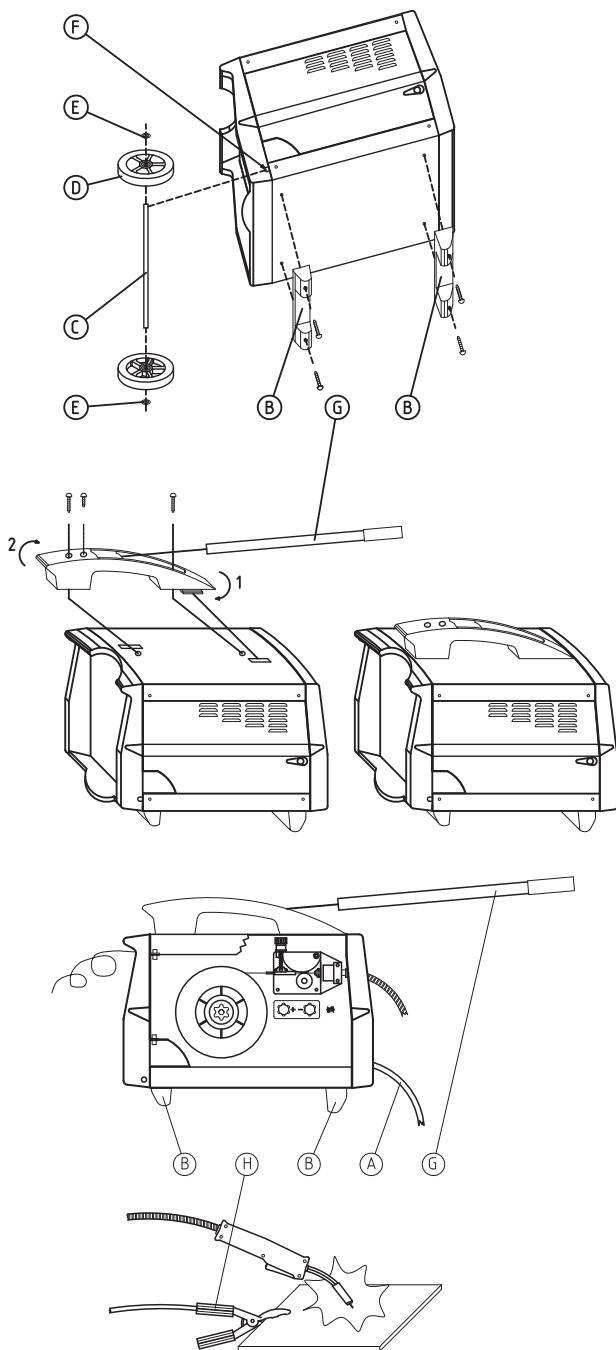

Fig.1
- Incliner avec prudence le poste de soudage d'un côté et fixer les deux pieds en plastique (B) (avant et arrière) à la partie basse de la machine en utilisant les quatre vis en dotation. Pour le modèle sur roues, enlever avec un outil la pellicule (F) qui ferme le logement de l'axe et faire coulisser l'axe (C) à travers les deux trous. Fixer ensuite les deux roues (D) aux extrémités de l'axe. Assurer les roues en position en fixant doucement les rondelles (E) de support aux extrémités de l'axe. Placer la machine en position verticale et introduire l'extension de la poignée (G) dans la partie avant de la poignée pour le transport en le fixant par la vis en dotation (v. Fig. 1).
- Pour l'assemblage de la poignée en plastique, suivre les instructions de la figure 1.